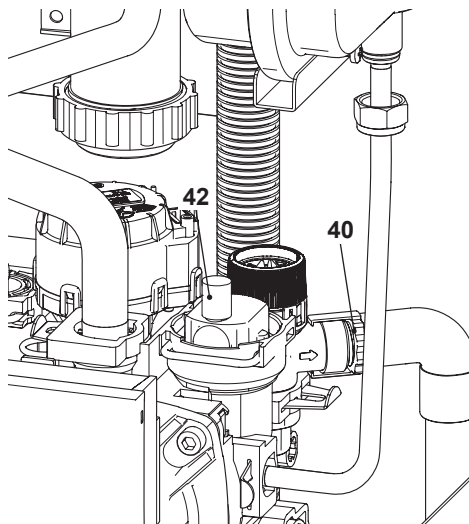
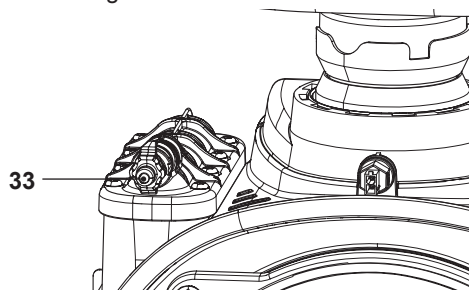

Figura 9.6
Figura 9.7
- Svitare in senso antiorario il raccordo 40 della valvola di sicurezza che funge anche da scarico in Figura 9.6.
- Per facilitare lo svuotamento, svitare il tappo 42 della valvola di sfogo automatica in Figura 9.6 e allentare il raccordo di sfogo scambiatore primario condensante 33 in Figura 9.7.